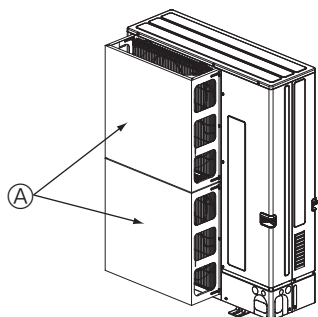

Fig. 2-5
- 2 Zainstalować opcjonalną kierownicę powietrza w przypadku, gdy jednostka zewnętrzna jest zainstalowana w miejscu, w którym silny wiatr, np. tajfun, może bezpośrednio działać na wylot powietrza. (Fig. 2-5)